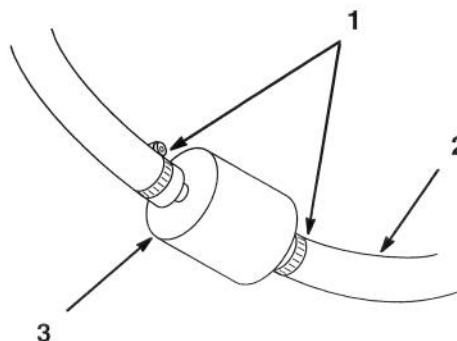

Abbildung 33
4. Die Enden der Schlauchschellen zusammendrücken und vom Filter wegschieben (Abb. 33).